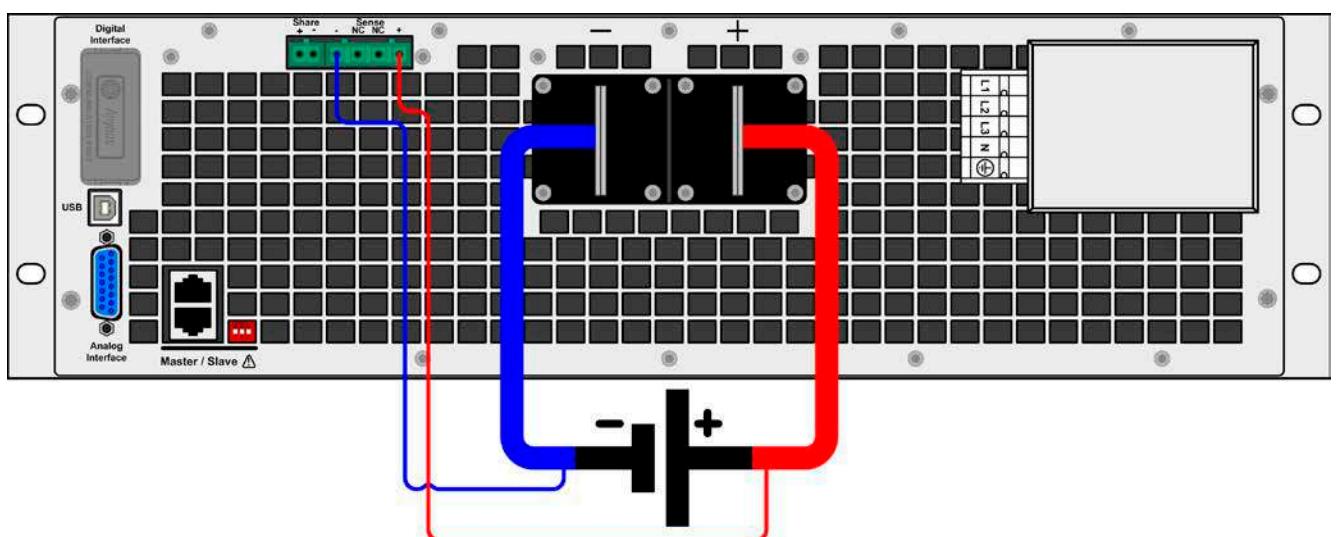

Bild 10 - Beispiel Fernfühlungsverdrahtung
- Die Fernfühlung ist nur im Konstantspannungsbetrieb (CV) wirksam und der Fernfühlungsanschluß sollte möglichst nur solange angeschlossen bleiben, wie CV benutzt wird, weil die Schwingneigung des Systems durch Verbinden der Fernfühlung generell erhöht wird.
- (+) Sense darf nur am (+) der Quelle und (-) Sense nur am (-) der Quelle angeschlossen werden. Ansonsten könnte die elektronische Last beschädigt werden. Siehe auch Bild 10.